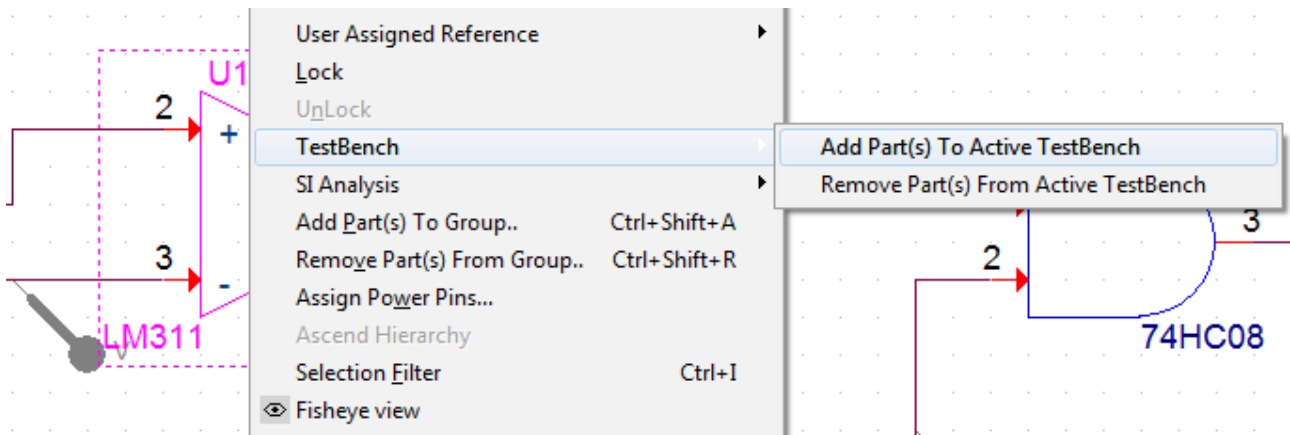

Рис. 19.5. Активизация компонентов Test Bench из основного проекта
2. Щелкните правой кнопкой мыши и выберите TestBench>Add Part(s) To Active TestBench (рис. 19.5).